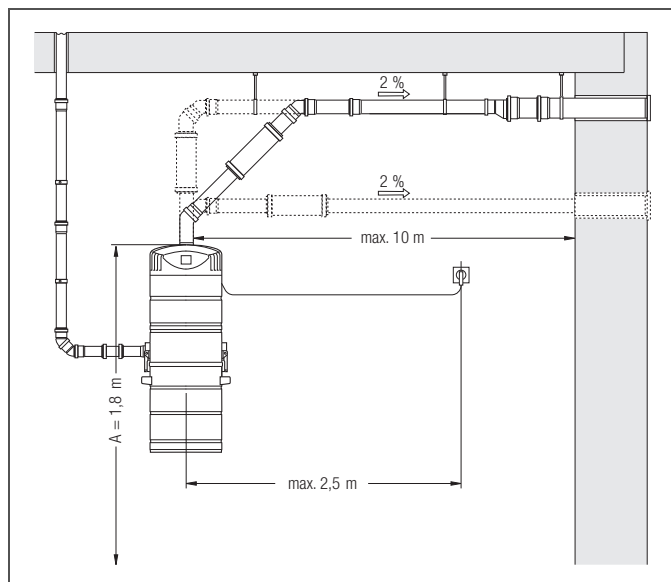

Fig. 5-26 Exemplu de montaj pentru unitatea de aspirare centrală la tipurile de aparate 2000 și 3000
- Pentru tipurile de aparate 2000 și 3000 apropiați conducta de evacuare a aerului (RAUPIANO PLUS DN 75) de ștuțul pentru aer evacuat de la unitatea de aspirare centrală (vezi fig. 5-26).
- Instalați pe fiecare conductă de evacuare a aerului un amortizor de zgomot pentru aerul evacuat între unitatea de aspirare centrală și trecerea prin zid (vezi fig. 5-26 și 5-27).